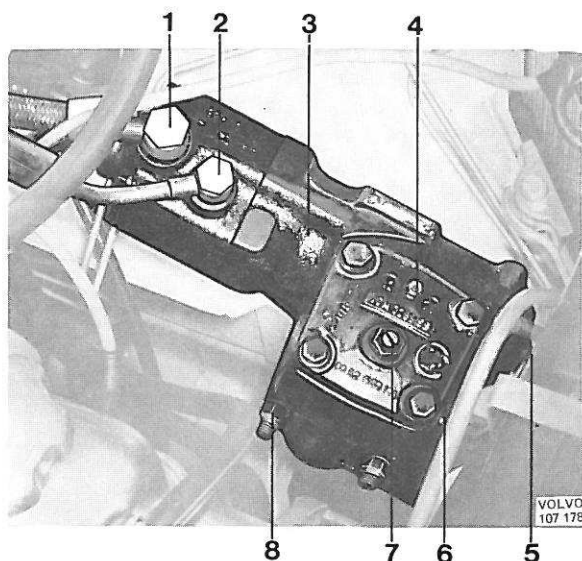

Figure 89. Boîtier de direction en place
Soulever le train avant de la voiture. Enlever le bouchon de vidange (6, figure 89). Tourner le volant jusqu'à la position de butée de gauche. Enlever le bouchon du réservoir d'huile. Mettre le moteur en marche et le laisser tourner au maximum pendant 10 secondes afin de vider toute l'huile, du réservoir et de la pompe. Arrêter le moteur et tourner le volant d'une position de butée à l'autre jusqu'à ce que toute l'huile soit évacuée.
4. Ouvrir la vis de purge (4, figure 89) de 1/2 à 1 tour. Fermer la vis lorsque l'huile commence à s'échapper.
- c) Enlever le contre-écrou de la vis de réglage (7, figure 89).